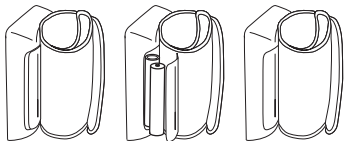

Abb. 1
- Öffnen Sie die Batterieabdeckung auf der Geräteunterseite (siehe Abb. 1). Setzen Sie die Batterien (siehe Kapitel 12 Technische Daten) ein. Achten Sie dabei auf die richtige Polarität („+“ und „-“) beim Einlegen. Schließen Sie den Batteriedeckel wieder. 12 h bzw. 24 h blinkt im Display. Stellen Sie nun, wie untenstehend beschrieben, Datum und Uhrzeit ein.